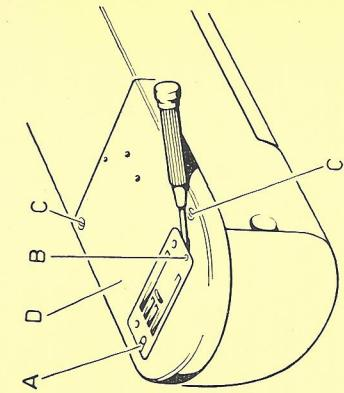

Fig. 18
- Girar el botón « P » de manera que una de sus dos puntas coincida con el dibujo a cuadritos « Q » (fig. 18),